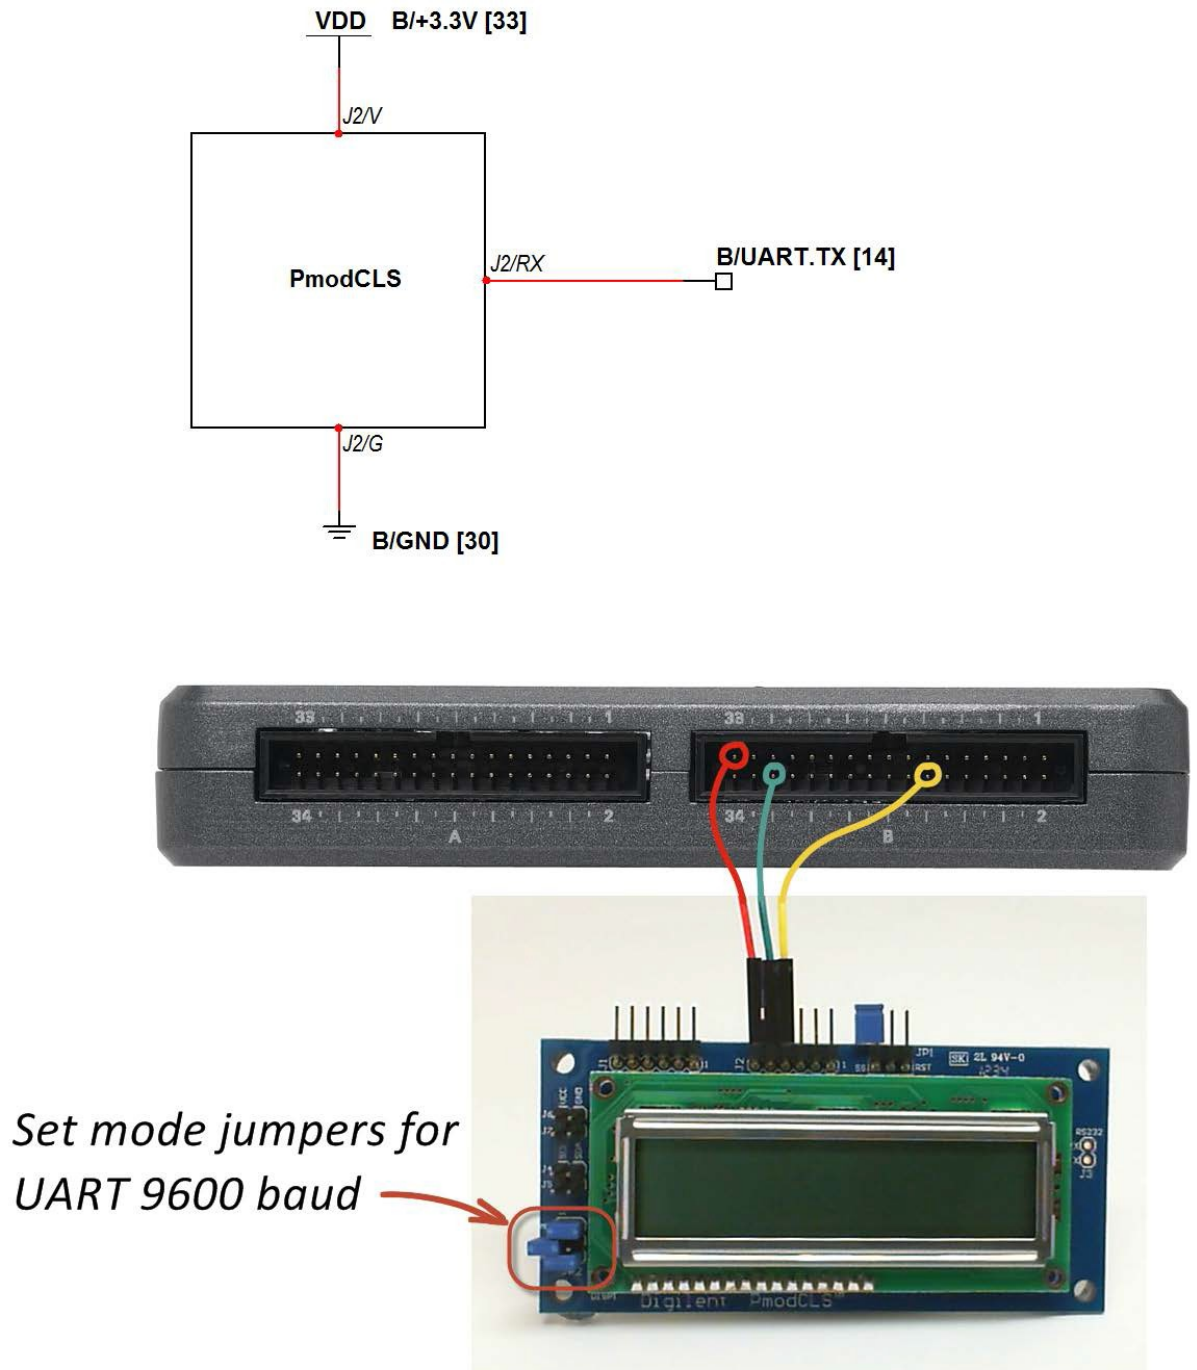

图 26.2: 连接到 NI myRIO MXP 连接器 B 的液晶字符显示屏的接线演示。
建立接口电路：请参阅下一页的图 26.2 显示的电路图；液晶字符显示屏需要三条与 NI myRIO MXP 连接器 B（见第 233 页图 A.1）的连接：
- 模式跳线的设置正确无误: 再次参阅对开页图 26.2 中的画圈部分, 以了解正确的设置。